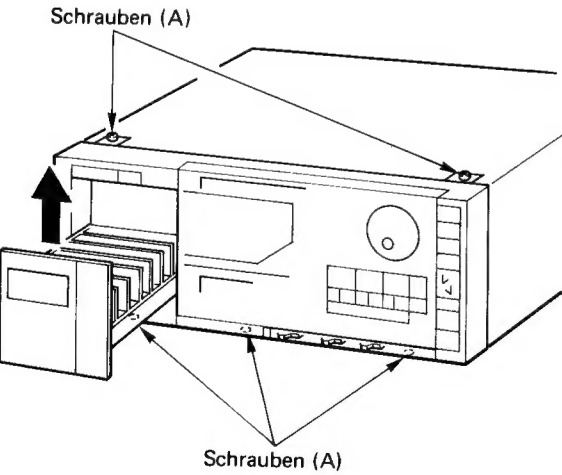

Abb. 2
- 2) Die fünf Schrauben (A) entfernen und die Frontplatte abnehmen. (Abb. 2)